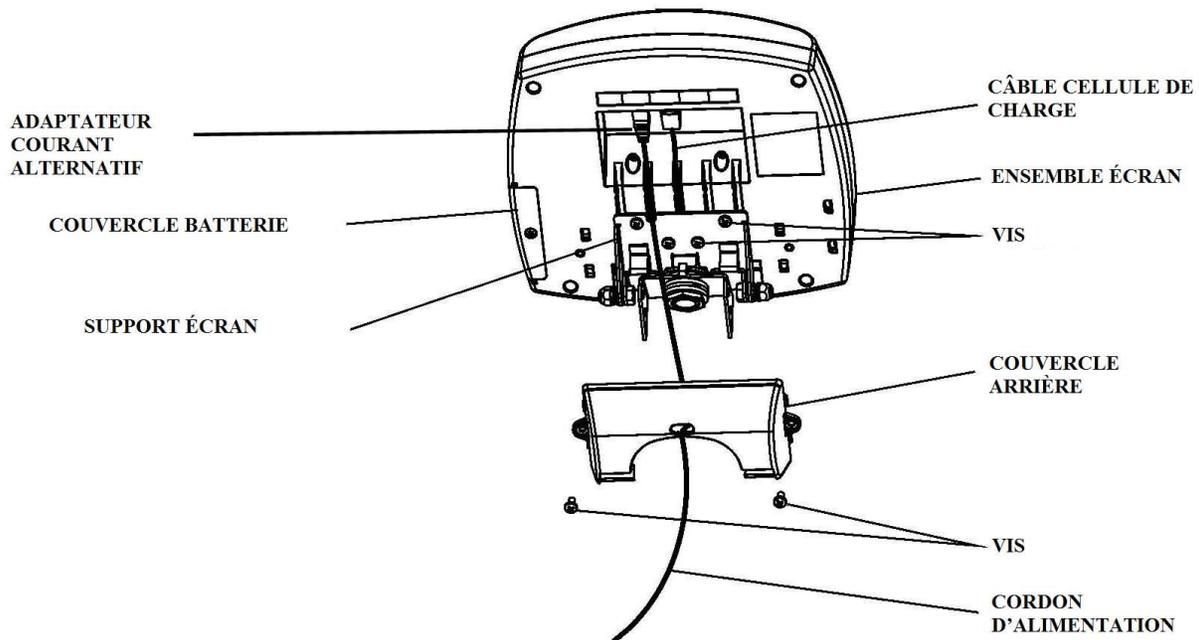

Figure 4 - Ensemble écran
- Placez l'Ensemble Écran près du Support d'Écran. Reliez le connecteur de câble de cellule de charge au port de cellule de charge sur l'arrière de l'Ensemble Écran et insérez et sécurisez le câble dans le canal central de l'écran. Cf. figure 4 pour une illustration. **Note: Ne branchez pas le cordon d'alimentation à ce stade – attendez jusqu'à l'étape 13.**